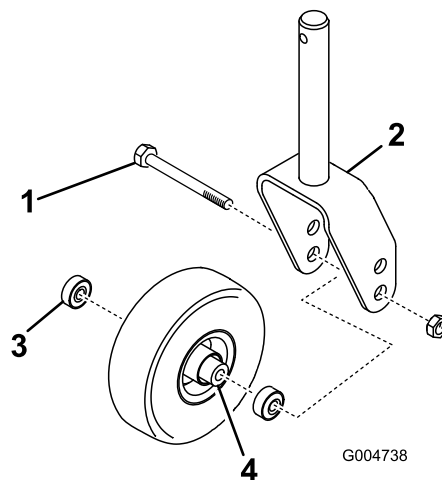

Figura 30
- Togliete il dado di bloccaggio dal bullone che fissa la rotella orientabile alla forcella (Figura 30). Afferrate la ruota orientabile ed estraete la vite a testa cilindrica dalla forcella o dal braccio di rotazione.
- Cuscinetto (2)
- Togliete il cuscinetto dal mozzo della ruota e lasciate cadere il distanziale del cuscinetto (Figura 30). Togliete il cuscinetto dalla parte opposta del mozzo della ruota.